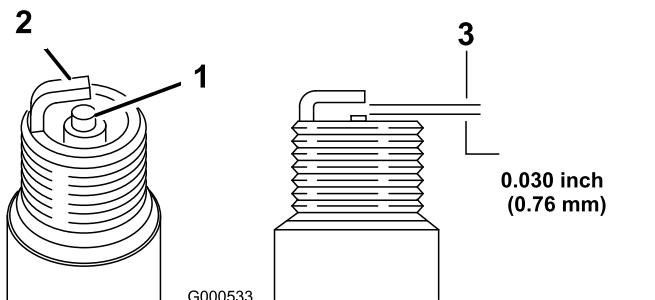

Figure 27
5. Réglez l'écartement des électrodes à 0,76 mm (0,030 po); voir Figure 27.